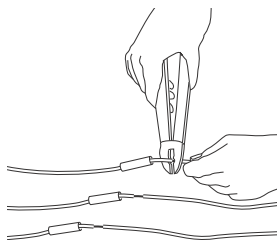

Fig. 7 Sertissage des connecteurs
4. Faire glisser la gaine thermorétractable sur chaque conducteur. Insérer un connecteur correctement dimensionné de type "Sta-Kon" sur chaque fil, en s'assurant que les couleurs de conducteurs correspondent. En utilisant une pince à sertir "Sta-Kon", échancrer les cosses. Voir fig. 7. Serrer fort sur la pince, en particulier lorsque les câbles sont gros ;